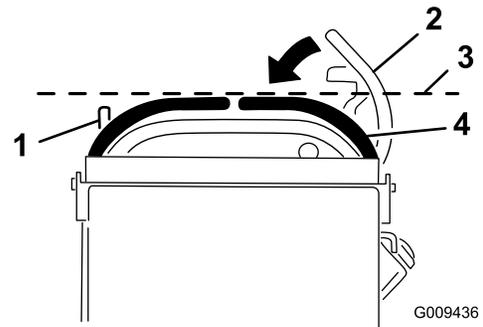

図 67
3. 右側コントロール・レバーを、ニュートラル位置から下へ押し下げる（図 67）。
4. 左側コントロールレバーと水平にそろっているかを調べる（図 67）。